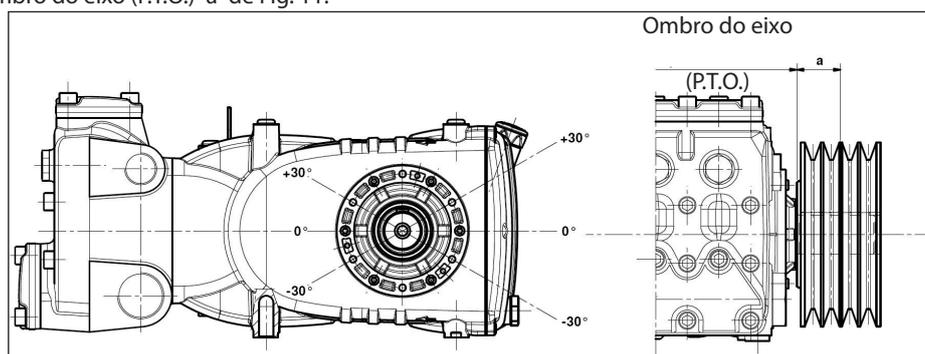

Fig. 11
A carga radial sobre o eixo não deve ser superior a 7500 N (valor necessário para a definição do layout). A transmissão é considerada adequada, se tal carga é aplicada a uma distância máxima de **a=40 mm** do ombro do eixo (P.T.O) conforme indicado na Fig. 11.
- b) Use correias de alto rendimento - por exemplo **XPB** ao invés de **SPB** - pois será necessário uma quantidade inferior de correias com a mesma potência transmitida e uma conseqüente distância inferior do resultante em relação ao ombro do eixo (P.T.O.) "a" de Fig. 11.
- e) Siga a direção da tensão da correia, conforme indicado na Fig. 11 para exigências diferentes, contate o **Departamento Técnico** ou o **Serviço de Assistência Técnica**.